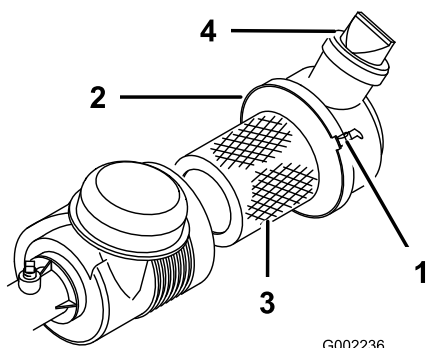

図 36
エアクリーナ本体にリーク原因となる傷がないか点検してください。本体とカバーがしっかり密着しているのを確認してください。破損したボディーは交換してください。また、使用ごとにバルブ（図 36）をひねって、ゴミを落としてください。フィルタの定期整備間隔は100運転時間です。
3. ストラップをゆるめてカバーとボディー（図 36）を分離する。
7. ストラップを固定する（図 36）。
4. カバーを取り付け、バルブを下にしてストラップで固定する（図 36）。